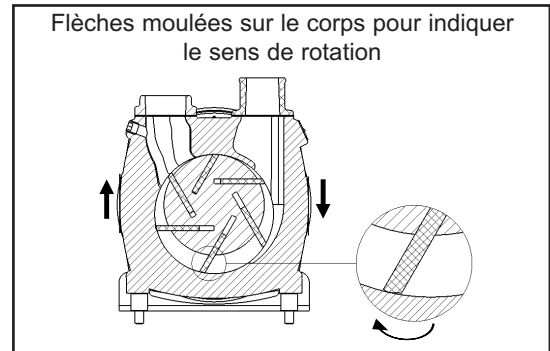

Figure 14
6. Lorsque vous remplacez des palettes, assurez-vous qu'elles sont correctement insérées dans les fentes du rotor, comme illustré à la figure 14. L'angle de la pointe de la palettes doit correspondre aux flèches de l'âme du corps.